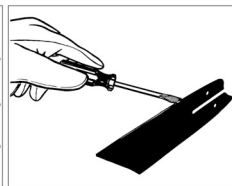

Fig. 15
2. Com a ajuda de uma chave de parafusos, raspadeira, escova de arame ou um instrumento similar, limpe os resíduos do trilho na barra guia. Isto irá manter as passagens de óleo livres para proporcionar a lubrificação adequada à barra e à corrente. (Fig. 15)